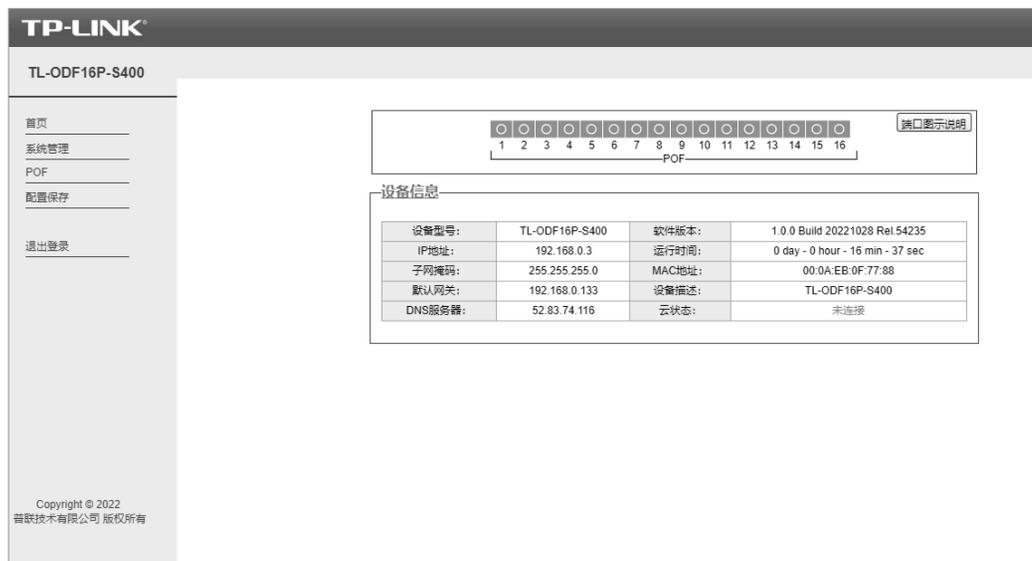

图 4-3 光电一体配线架管理界面首页
- 进入本地 WEB 管理界面后, 点击右边菜单栏即可进行相关设置, 如图 4-3 所示。